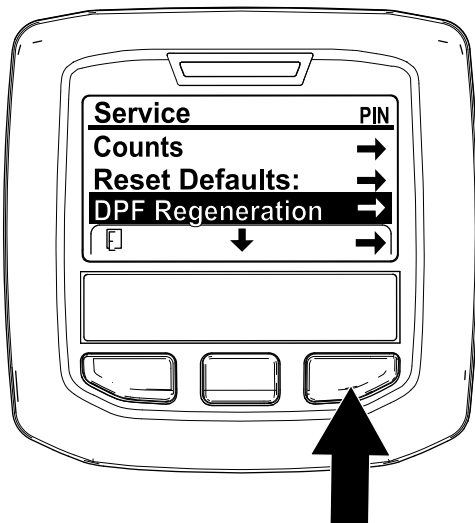

图 41
1. 访问 Service维护菜单按中间按钮向下滚动至 DPF REGENERATION DPF 再生选项 图 41。
- 按右侧按钮选择 DPF Regeneration DPF 再生条目图 41。